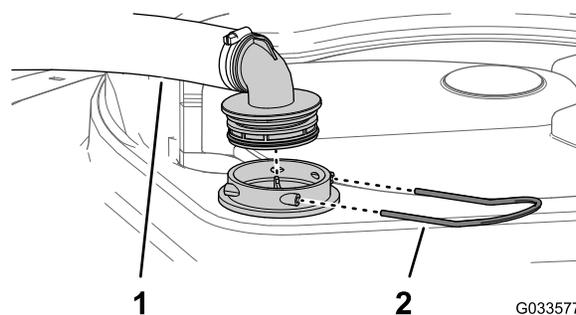

Figura 29
2. En la parte superior del depósito del fumigador, retire el dispositivo de sujeción que fija el acoplamiento de la manguera conectado a la manguera grande de la carcasa del filtro (Figura 29).
3. Retire la manguera y el acoplamiento de la manguera de la carcasa del filtro (Figura 29).